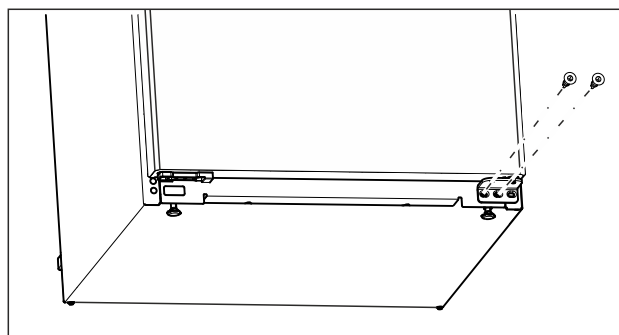

Fig. 6
- Skruva ur den mellersta skruven på undre lagerbocken med skruvmejsel Torx 20. (se Fig. 6)
- Skruva ur den invändiga skruven på undre lagerbocken med skruvmejsel Torx 20. (se Fig. 6)